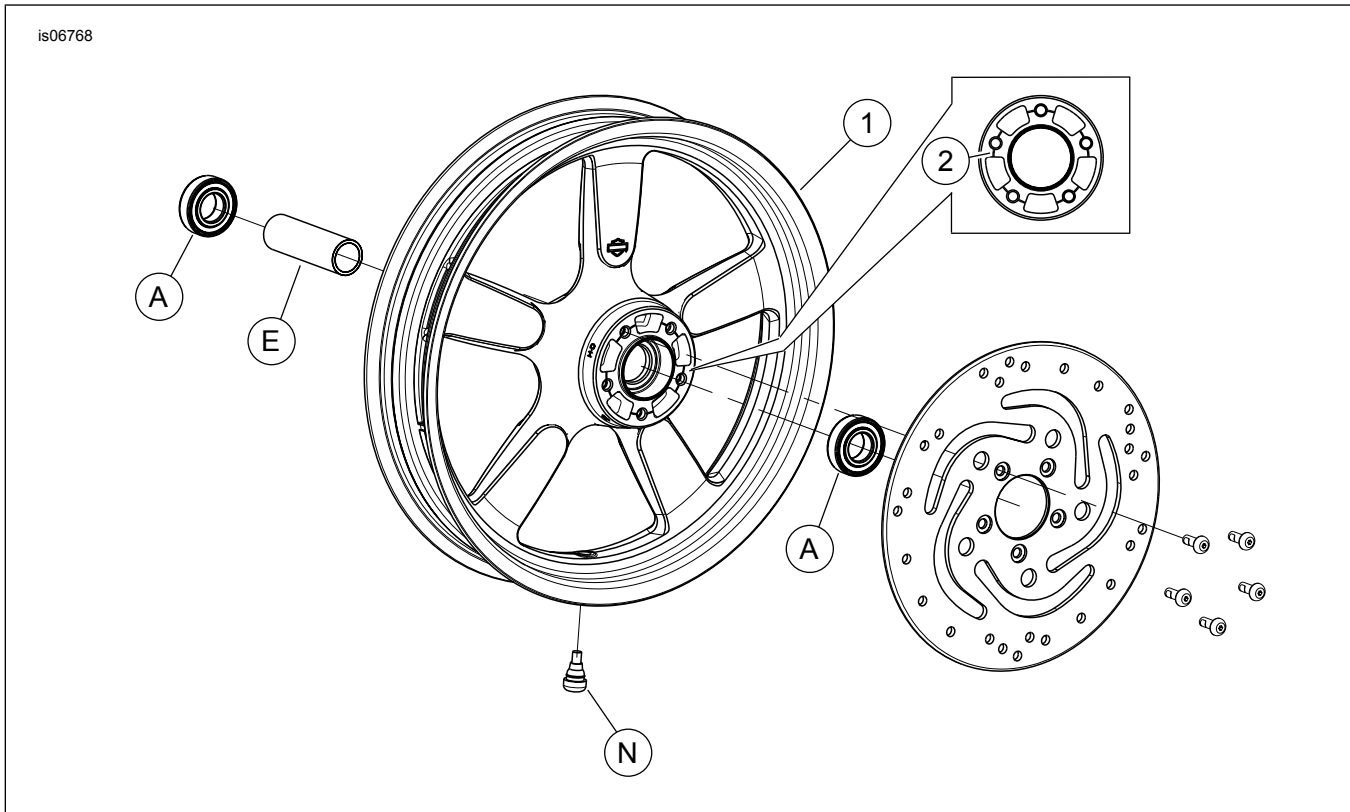

Abbildung 2. Ersatzteile: Vorderrad „Fat-X“
Dieser Satz enthält nur das Spezial-Rad. Siehe Abbildung 2 und Tabelle 2
- 2. Siehe Abbildung 2. Die Ventilschaft-Baugruppe (N) am Rad anbringen. Siehe REIFEN im Werkstatthandbuch.